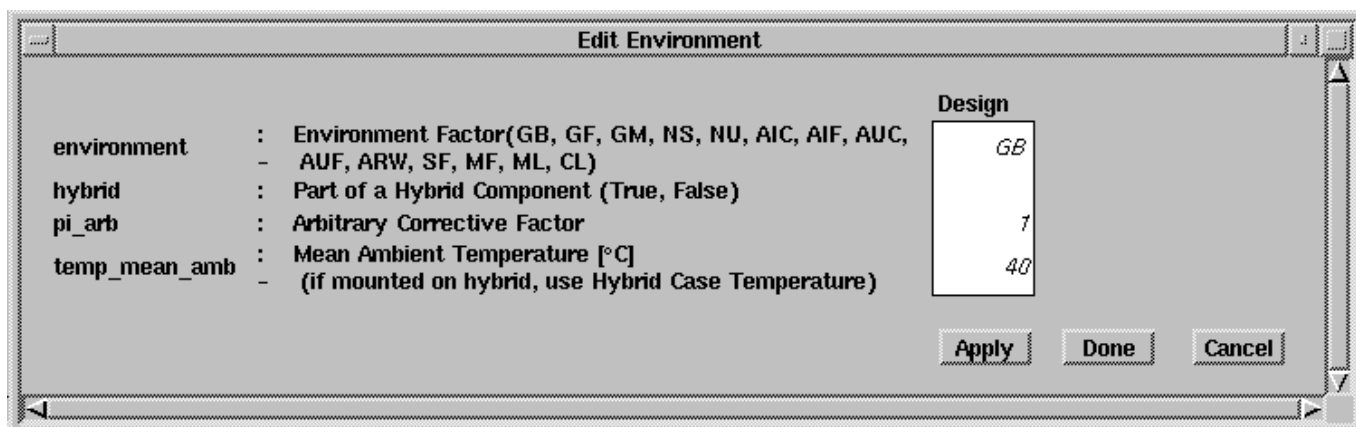

Рис. 5. Окно редактирования внешних воздействий
- 5) в появившуюся форму (рис. 5) ввести следующую информацию и нажать Return после ввода каждого параметра: